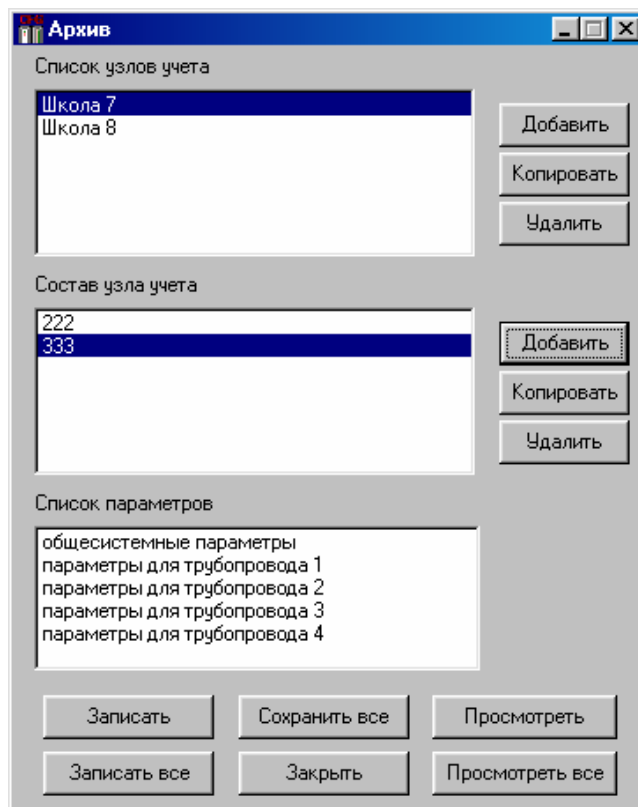

Рис.4.12. Окно "Архив"
4.3.1.2. Перейдите в нижнюю часть окна коррекции параметров настройки и нажмите клавишу "Сохранить". На экране монитора должно появиться окно архива (рис.4.12.) с указанием места записи параметров.